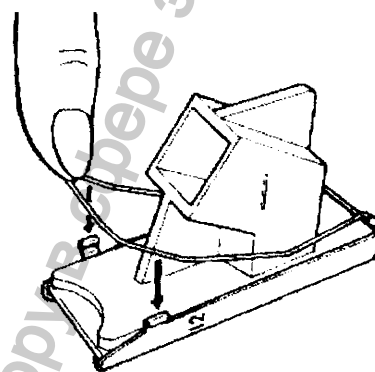

Рисунок 3-13
2. Поместите камеру для образцов (3) на дно держателя. Плотно надавите на нее, добившись надежной фиксации в держателе. Смотри Рис. 3-13.